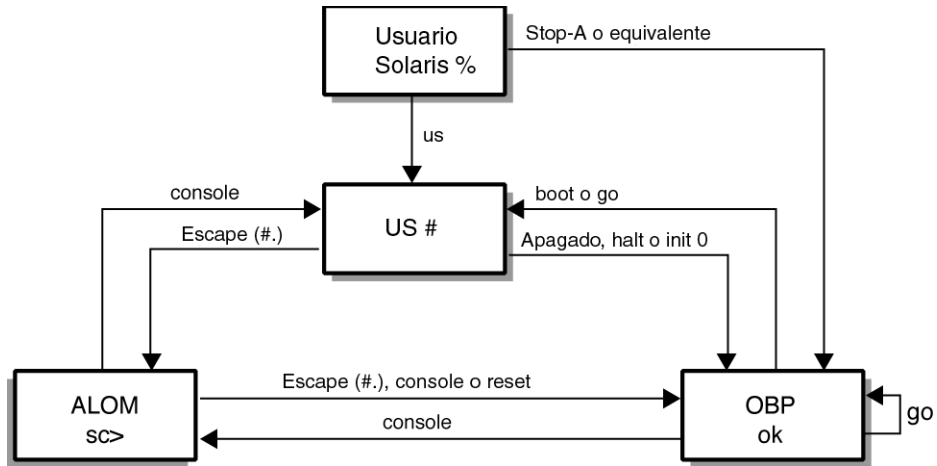

FIGURA 1-1 Diagrama de las interacciones entre los indicadores
- FIGURA 1-1 Diagrama de las interacciones entre los indicadores 2
En la FIGURA 1-1 se muestra la relación entre los tres indicadores y el modo de pasar de uno a otro.